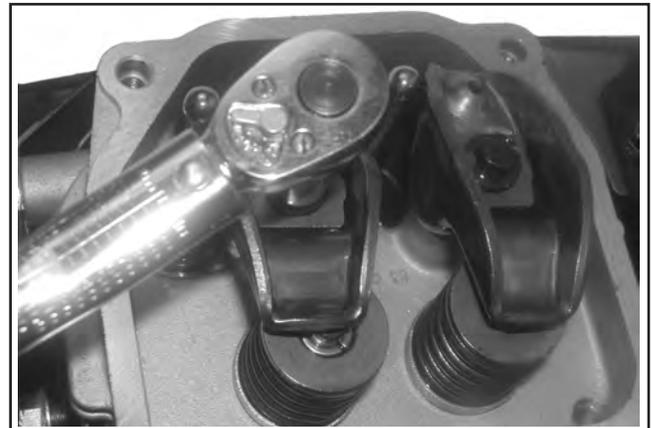

Abbildung 11-46. Anzug Schrauben Kipphebel.
2. Fett auf die Kontaktflächen des Kipphebels und die Federwellen der Kipphebel auftragen. Die Kipphebel und die Federwellen der Kipphebel auf einem Zylinderkopf montieren, und beginnen, die zwei geflanschten Sechskantschrauben anzuschrauben. Siehe Abbildung 11-46.